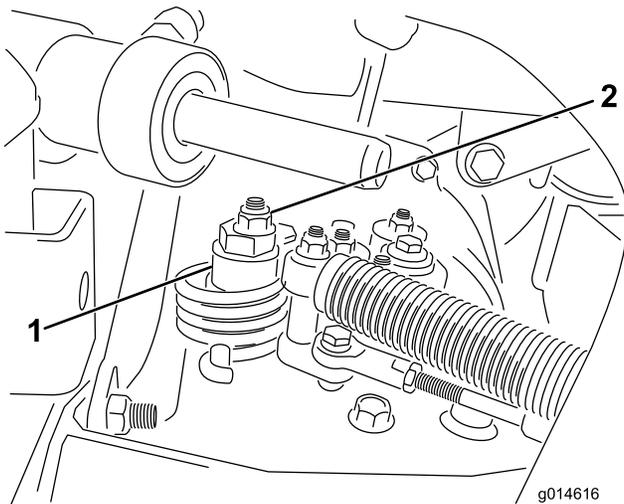

Bild 49
- A. Lösen Sie die Mutter, mit der der Exzenter oben am Hydrostat befestigt ist (Bild 49).
- C. Drehen Sie den Exzenter, bis kein Kriechen in jeder Richtung auftritt. Ziehen Sie die Schraube fest, wenn sich das Rad nicht mehr dreht, um den Exzenter und die Einstellung zu arretieren (Bild 49). Überprüfen Sie die Einstellung mit dem Gasbedienungshebel auf „Langsam“ und auf „Schnell“.